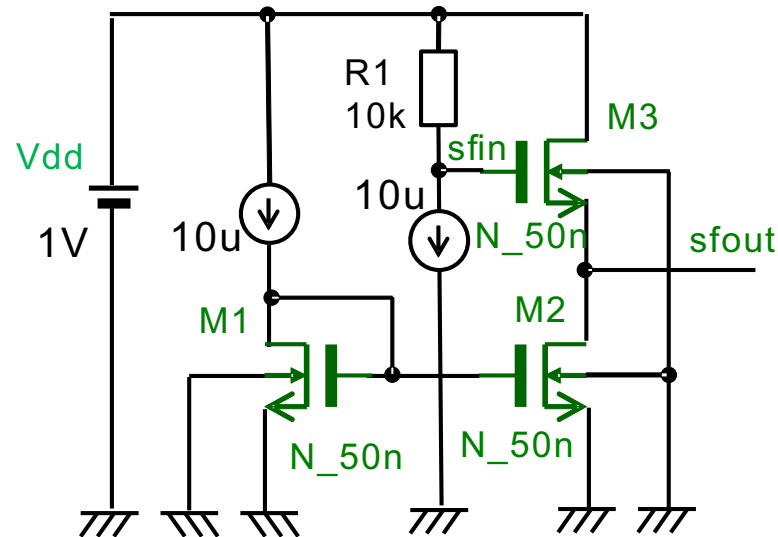

図1 課題回路
課題の回路を図 1 に示す。題意は、Source Follower(SF) の出力抵抗を色々な方向
考察の対象とするのは図1のM3のSFである。周りの回路はM3の動作点を決めるためにある。課題では、M3のドレインはVddに、バックゲートはGNDに繋いでいる。ゲートにはVddから100mV下がった電位が供給される。M2がM1とのカレントミラーになっており、ドレイン電圧(正確にはドレイン電位というべきだが、慣例に従う)に関わらず10uAを流そうとする。このような役割を電流源(CS: